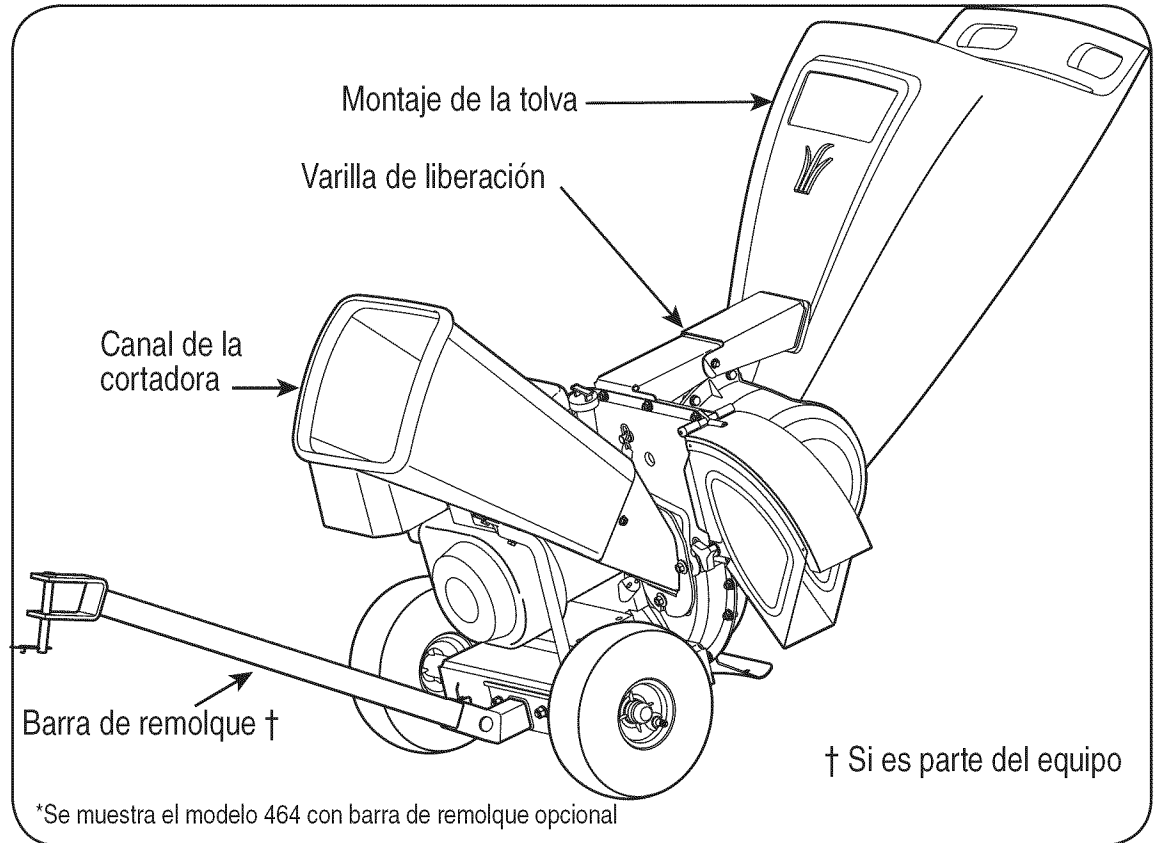

Figura 4-1
Permite que las ramas pequeñas de hasta 3" de diámetro (2" en el caso del modelo serie 450) ingresen al motor para ser picadas. Vea la Figura 4-1.
Permita que las hojas y las ramas pequeñas de hasta 1/2 de diámetro ingresen al motor para ser picadas y trituradas. Bajando el montaje de la tolva se puede rastrillar material e introducirlo dentro del mismo. Vea la Figura 4-1.
La varilla de liberación está ubicada en el montaje del soporte del motor y se usa para liberar o trabar la tolva al momento de subir o bajar. Vea la Figura 4-1.
Use la barra de remolque para remolcar la cortadora trituradora mediante una unidad de tracción hasta el lugar de operación. Vea la Figura 4-1.
2. Con la otra mano tire hacia afuera de la varilla de liberación y baje el montaje de la tolva hasta el piso. Vea la Figura 4-1.